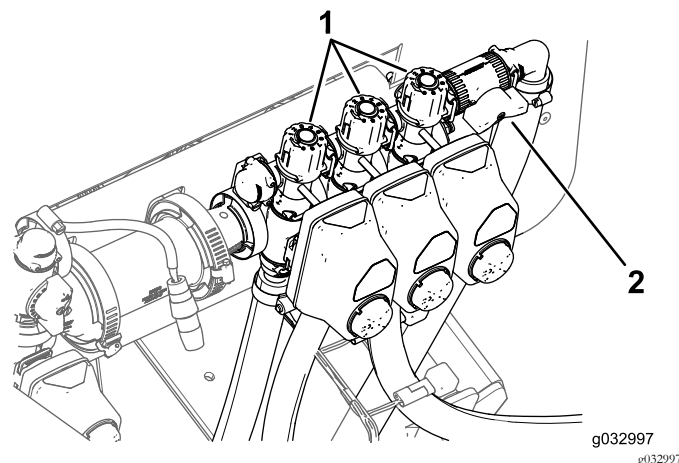

Figure 129
9. Désactivez la rampe gauche et réglez le bouton de dérivation de rampe (Figure 129) jusqu'à ce que la pression soit au niveau précédent.
11. Réglez le bouton de dérivation de la rampe droite (Figure 129) jusqu'à ce que la pression soit au niveau précédent.
13. Réglez le bouton de dérivation de la rampe centrale (Figure 129) jusqu'à ce que la pression soit au niveau précédent.